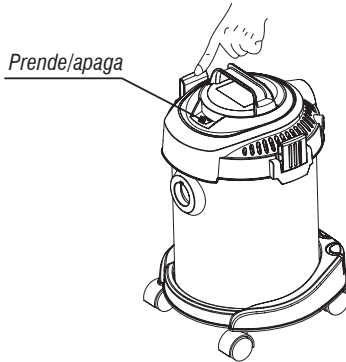

Fig. 15 – Prende/apaga la aspiradora de polvo
2. Presione el interruptor prende/apaga para accionar la aspiradora de polvo, conforme muestra la Fig. 15. Para apagar, basta presionar nuevamente el botón;